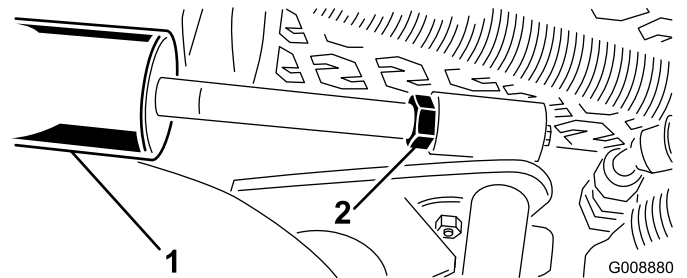

図 12
A. カッティングユニットを降下させ、シリンダについているジャムナットを戻す (図 12)。